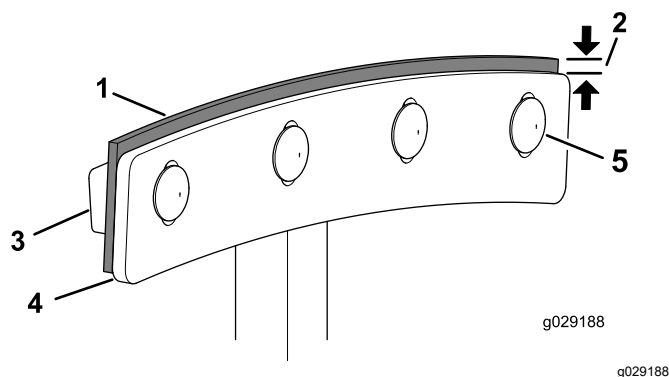

Figure 72
4. Desserrez les boulons de carrosserie et les contre-écrous à embase qui fixent la lame et le racloir à la pale (Figure 72).